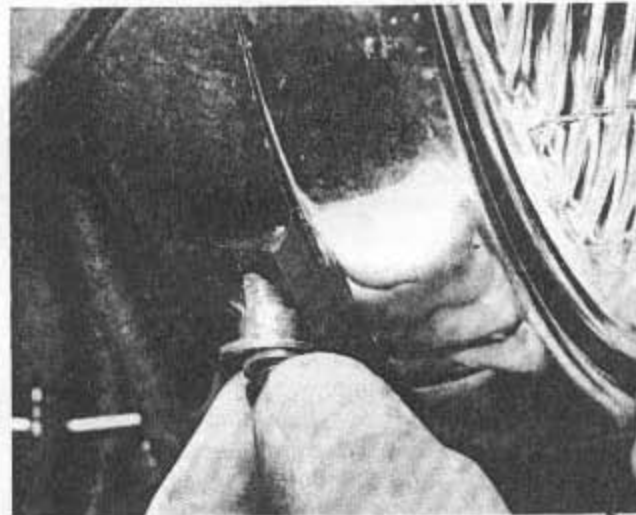

Bild 289
- Um Zugang zur Scheinwerferglühlampe zu erhalten, muss der Scheinwerferring komplett mit Reflektor und Streuscheibe ausgebaut werden. Der Scheinwerferring wird durch drei Kreuzschlitzschrauben gehalten, welche gleichmässig über seinen ganzen Umfang verteilt sind (Bild 289). Diese Schrauben werden vollständig herausgedreht und der Ring vom Scheinwerfergehäuse abgezogen.